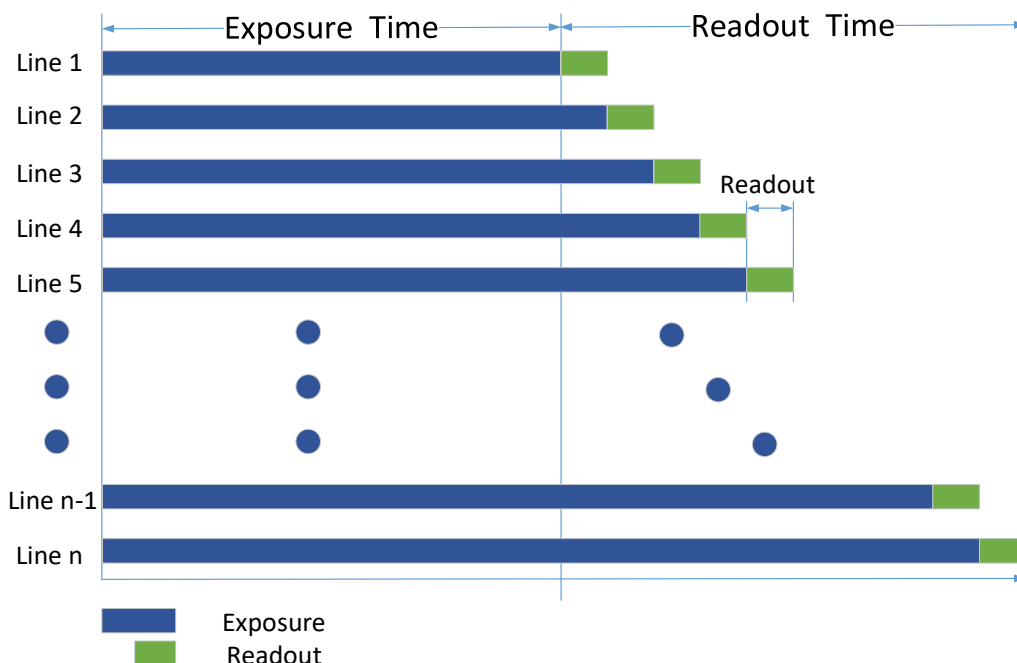

图3-3 Global Reset 工作原理
部分卷帘快门相机具有 Global Reset 功能。该功能通过将图像各行的曝光时间点拉到同一起始点，从而达到一键全局曝光的目的，如图 3-3 所示。
- 开启 Global Reset 功能后，因图像各行的曝光时间不同，可能会导致图像各行从上至下亮度不同。因此若开启此功能，建议在全暗环境下，配合工业光源一同使用。在图 3-3 所示的曝光时间内开启光源，其他时间关闭光源，使得图像各行在相同的曝光时间内获得同样的照明，以此来控制图像各行的亮度。